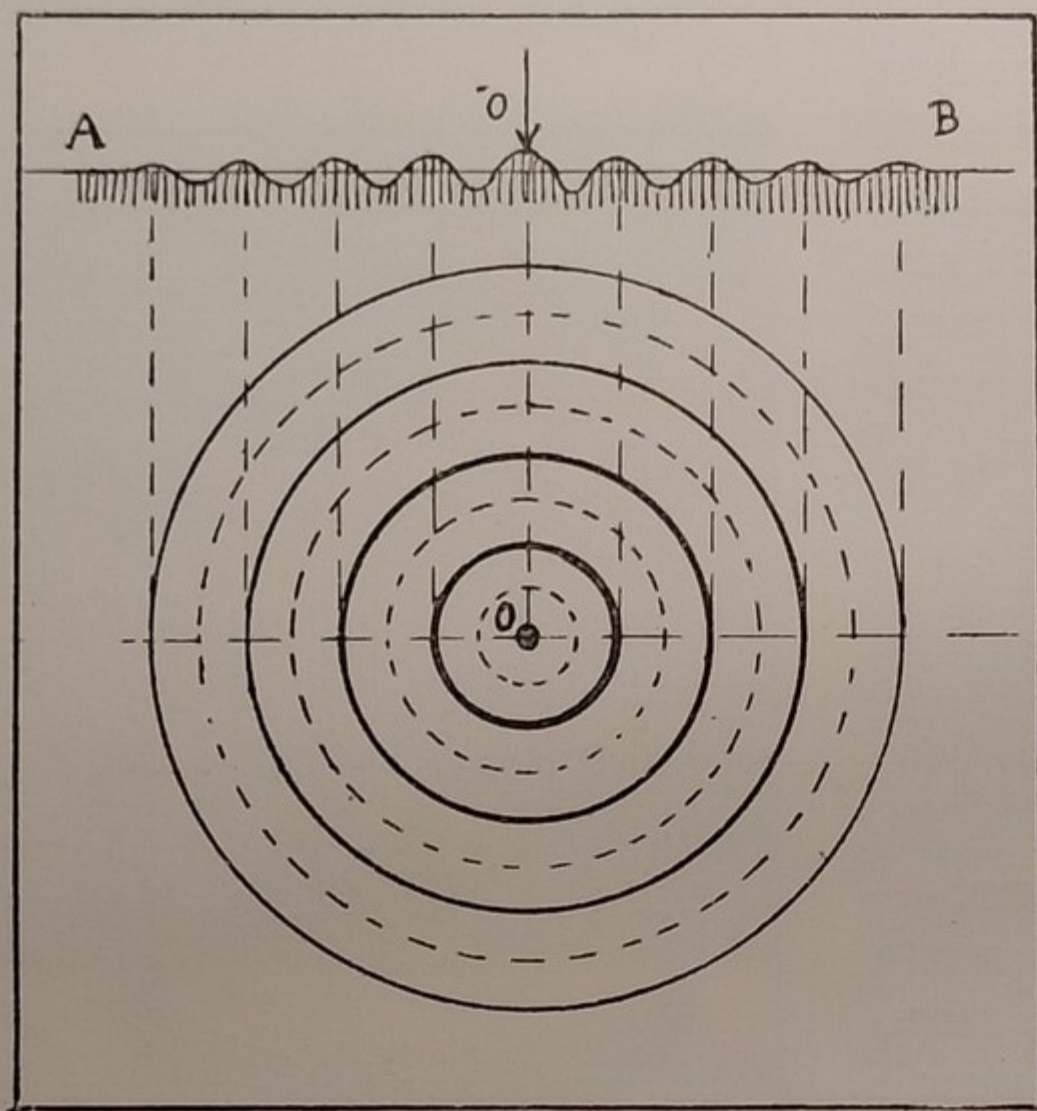

Fig. 89. — ONDE ALLA SUPERFICIE DI UN LIQUIDO.
65. Come si propaga il suono. — Tutti avrete osservato che se si getta un sasso in uno specchio d'acqua tranquilla, si vedono formarsi nel punto di caduta e poi distendersi circolarmente tanti anelli liquidi detti *onde*, che diminuiscono di altezza mentre aumentano di diametro, ma conservano sempre la forma circolare e la distanza relativa originarie. Ciò prova intanto che queste onde si propagano tutte con la stessa velocità (fig. 89).